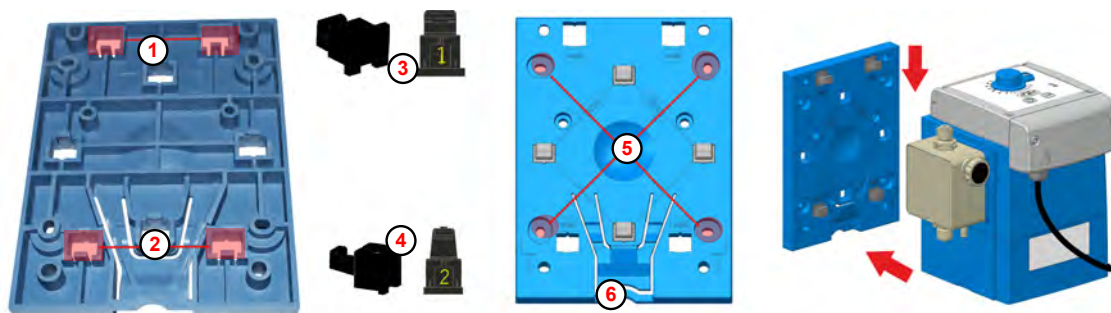

Fig. 15 : Préparatifs du montage mural
Sur la partie inférieure de la plaque de montage, les orifices pour le montage mural (Fig. 15 , ① ou ②) portent le numéro 2.